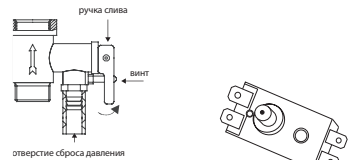

Рис. 8
- Открутить гайку крепления термовыключателя, закрепленного на фланце ТЭНа, перевернуть термовыключатель и нажать до щелчка кнопку, расположенную по центру термовыключателя рис. 8;